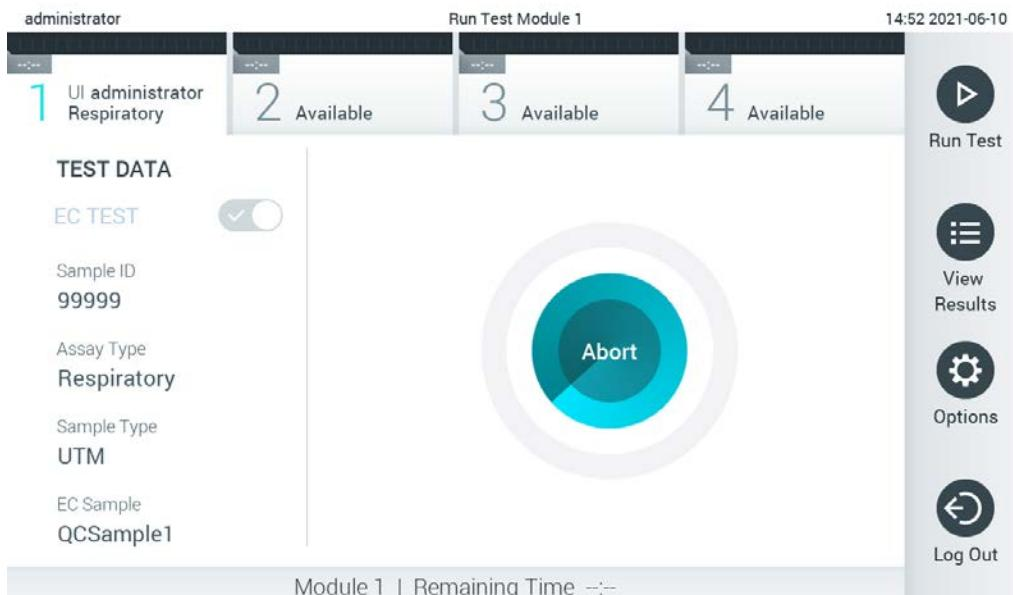

Figura 94. Afisarea executiei testarii si a timpului ramas de rulare.
6. La detectarea cartușului de test QIAstat-Dx, QIAstat-Dx Analyzer 1.0 va închide automat capacul orificiului de introducere a cartușului și va începe testarea. Nu mai este necesară nici o altă acțiune din partea operatorului. În timpul rulării testării, timpul rămas din rulare este afișat pe ecranul tactil (Figura 94, pagina următoare).